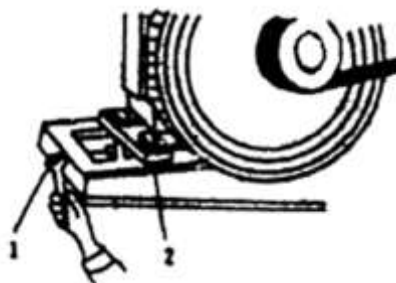

Рис. 8
- b. Способ регулировки (Рис. 8): отверните четыре болта (2) под рамой, и, проворачивая регулировочный болт (1), отрегулируйте положение двигателя. После того, как натяжение ремней будет доведено до требуемого уровня, затяните болты (2).